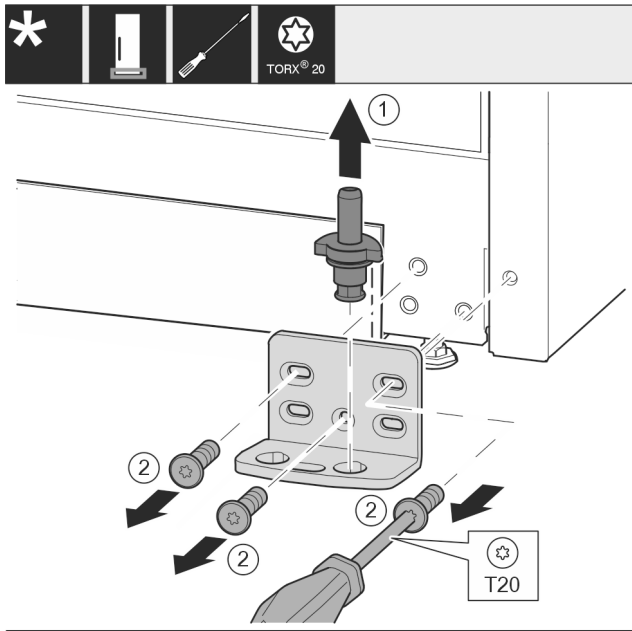

Fig. 15
- Lagerbolzen Fig. 15 (1) komplett nach oben herausziehen.
- Schrauben Fig. 15 (2) mit Schraubendreher herausdrehen und Lagerbock abnehmen.